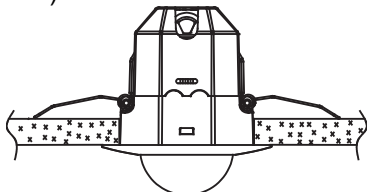

FIGURA 4
- (3) Introduzir o detector no furo adequado e soltar as molas, que sustentam o detector no tecto falso. (FIGURA 4)